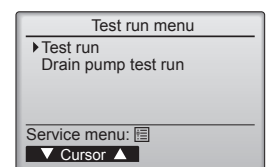

Abb. 7-2
- ② Wählen Sie „Test run“ (Testlauf) aus dem Testlauf-Menü, und drücken Sie die [AUSWAHL]-Taste. (Abb. 7-2)
- ③ Der Testlauf beginnt, und der Testlaufbildschirm wird angezeigt.